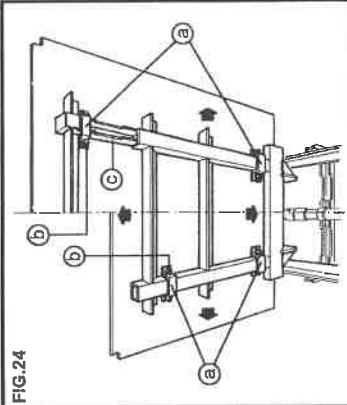

FIG.24
- Montare la pedana eseguendo la centratura nel vano corsa con le apposite staffe di fissaggio - Fig.24/a
N.B.: Evitare di eccedere nel serraggio dei controdiadi (Fig.24/b) al fine di non deformare la lamiera della pedana.
N.B.: Quando previsto, montare il telaio prolunga (Fig.24/c) prima del montaggio della pedana e prima di inserire la pedana nel vano.